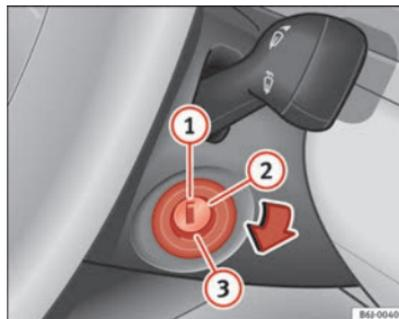

Fig. 107 Posiciones de la llave de contacto
En esta posición ⇒ fig. 107 el encendido y el motor están desconectados pudiéndose bloquear la dirección.
- Gire la llave de contacto hasta la posición ⇒ fig. 107 ②. El testigo  se encenderá en caso de precalentamiento del motor.
- En cuanto se apague el testigo, gire la llave de encendido a la posición ③ para poner en marcha el motor y no pise el acelerador.
- Gire la llave de contacto a la posición ⇒ fig. 107 ①.